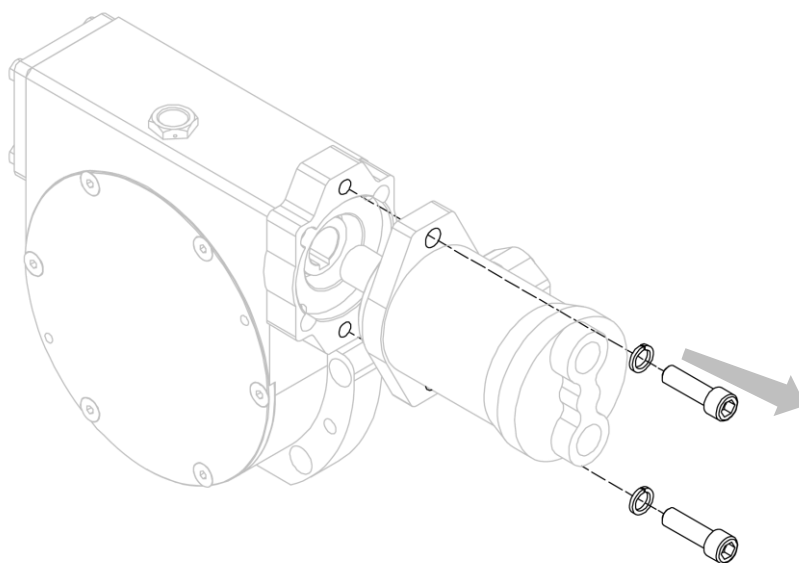

Figura 35
4. Separare il motore dal riduttore, dopo aver rimosso le relative viti che lo vincolano (vedi *Figura 35*).